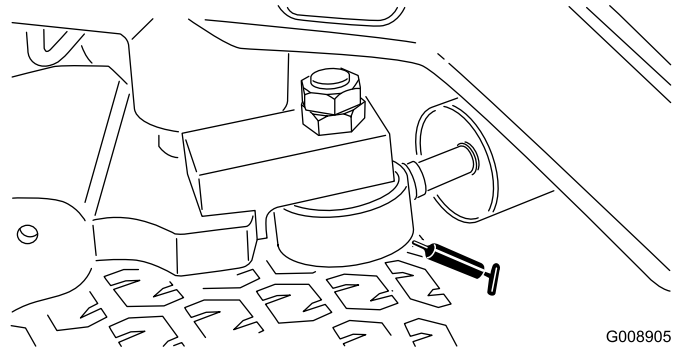

图 43
**注意** 如果需要可以在转向油缸的另一端安装额外的黄油嘴。拆下轮胎安装黄油嘴泵入润滑脂拆下黄油嘴并安装塞子 (图 43)。